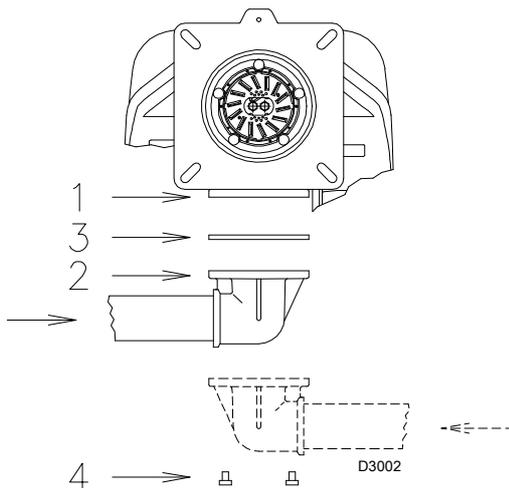

图 32
- 燃气阀组必须通过随附的法兰 2)、垫片 3) 和螺丝 4) 连接到燃气连接附件 1)(图 32) 上。
- 燃气阀组可从燃烧器右侧或左侧安装，视安装便利程度而定，见图 32。